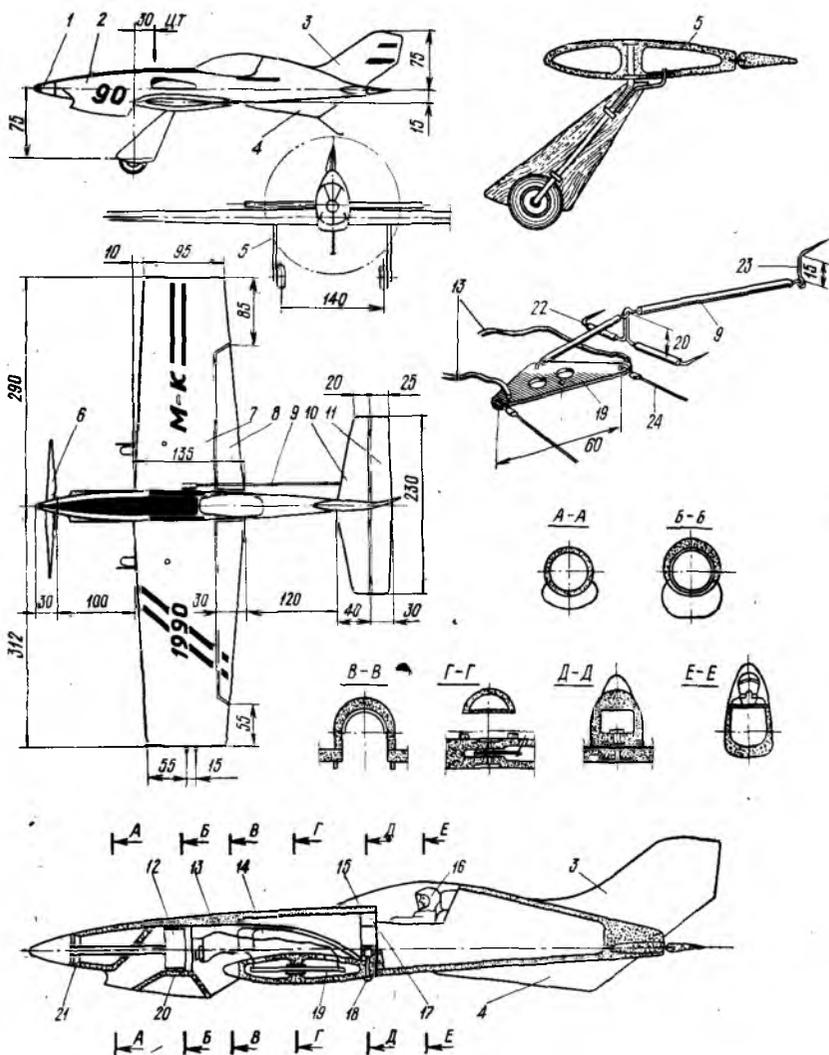

Рис. 47. Пилотажный электролет:
**Пилотажный электролет.** Тем, кому работа над моделями с электродвигателем покажется интересной, предлагаем построить «пилотажку» (рис. 47), разработанную Ю. Павловым. Эта модель несколько сложнее описанных